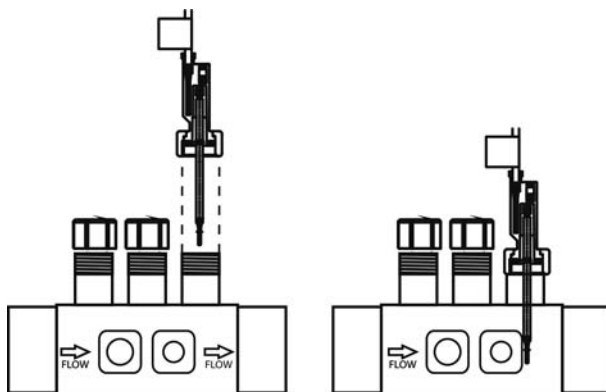

Fig. 10
2. Installer le détecteur de flux (interrupteur flux) fourni toujours verticalement dans le porte-sondes fourni avec l'équipement (Fig. 10).